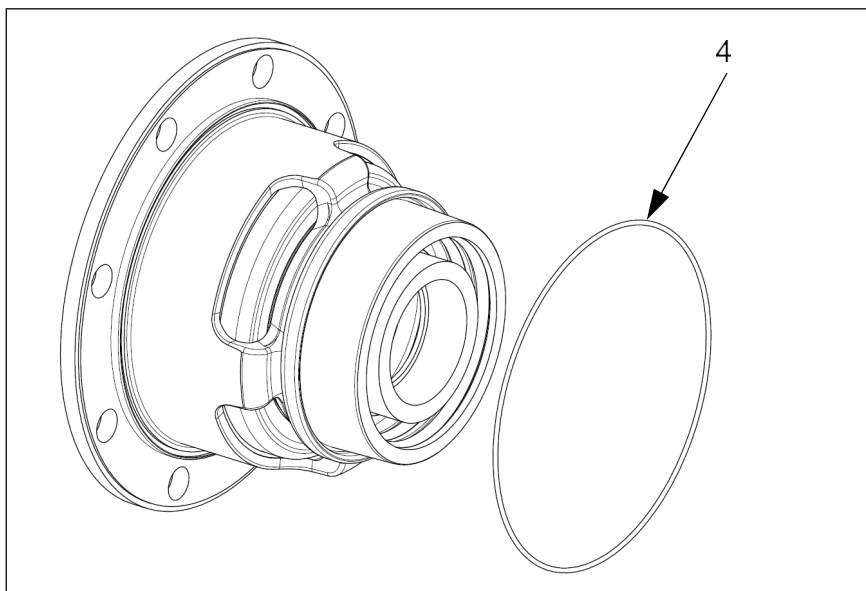

Fig. 15:
5. Coloque la válvula en el tubo de descarga; asegúrese de que la junta tórica (4, Fig. 15) no esté pinzada.